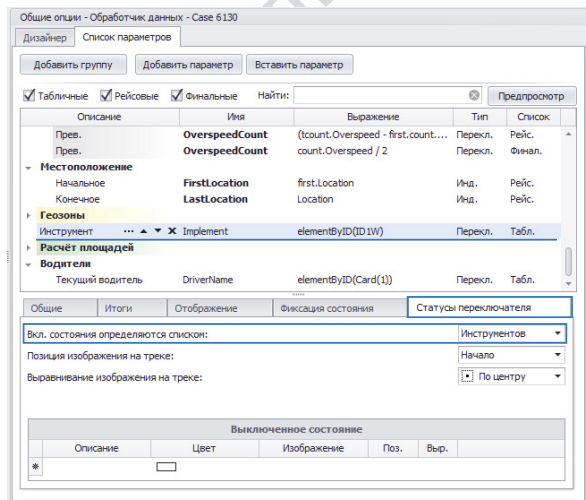

Рис.3. Настройка статусов параметра инструмента ТС.
• На вкладке «Статус переключателя» (Рис.3):